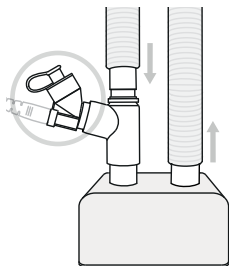

Abbildung 7. Aerogen Solo auf der trockenen Seite des Luftbefeuchters
- Der Aerogen Solo kann, wie in Abbildung 7 gezeigt, auf der trockenen Seite des Luftbefeuchters angebracht werden. In dieser Konfiguration kann der Aerogen Solo mit einer Nasenmaske verwendet werden.
Der Aerogen Solo kann mit/ohne Beatmungsgerät mit einer Nasenmaske verwendet werden, wenn er an einen Luftbefeuchter angeschlossen ist (Abbildung 7).